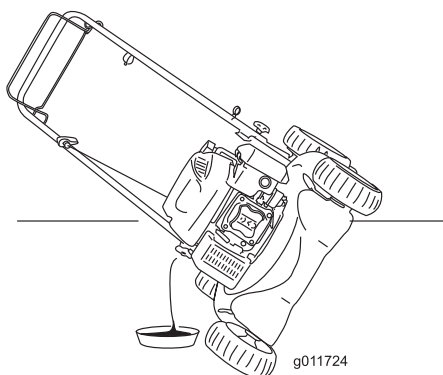

Figure 29
5. Inclinez la machine sur le côté (jauge en bas) pour vidanger l'huile usagée par le goulot de remplissage (Figure 29).